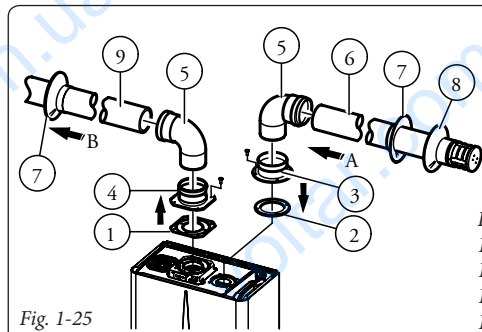

Fig. 1-25
- Montaje kit (Fig. 1-25): colocar el collarín (4) en el orificio central de la caldera, situando la junta (1) en medio y apretando la unión con los tornillos de cabeza hexagonal y punta plana presentes en el kit. Retirar la pieza plana presente en el agujero lateral más conveniente y sustituirla por el collarín (3), interponiendo la junta (2) ya presente en la caldera y apretando la unión con los tornillos autorroscantes con punta entregados. Montar los codos (5) acoplándolo su lado macho (liso) con el lado hembra de los collarines (3 y 4). Montar el terminal de aspiración (6) acoplándolo su lado macho (liso) con el lado hembra del codo (5), apretándolo